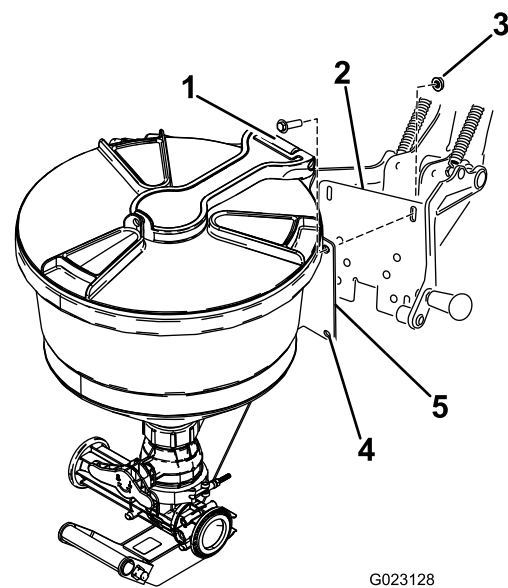

Bild 14
6. Fluchten Sie die Löcher in der Ejektorbefestigungsplatte mit den geschlitzten Löchern in der Rückplatte der Wiege (Bild 14) aus.